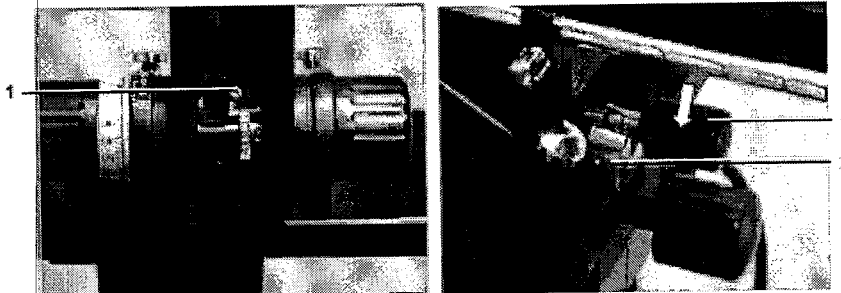

FIG. B-5: FASTEN SCREW (LEFT); PUSH DOWN (RIGHT)
7. Fije el codificador con el tornillo Allen de 2 mm (Fig. B-5, a la izquierda, el punto 1).
8. Incline la cabeza de stepper. Presione la perilla (Fig. B-5, a la derecha, el punto 1) bajo la fijación (artículo 2).